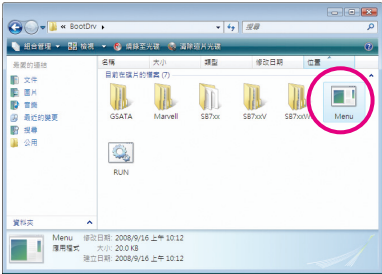
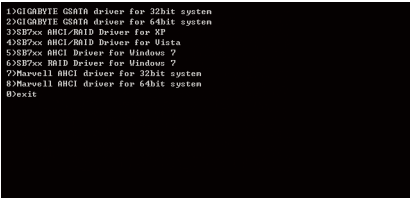

图3
图4
- 2：进入光盘中「BootDrv」文件夹，双击「Menu.exe」文件(图3)后会出现「命令提示字符」画面，内含如图4的控制器选单。
以图4的选单为例：